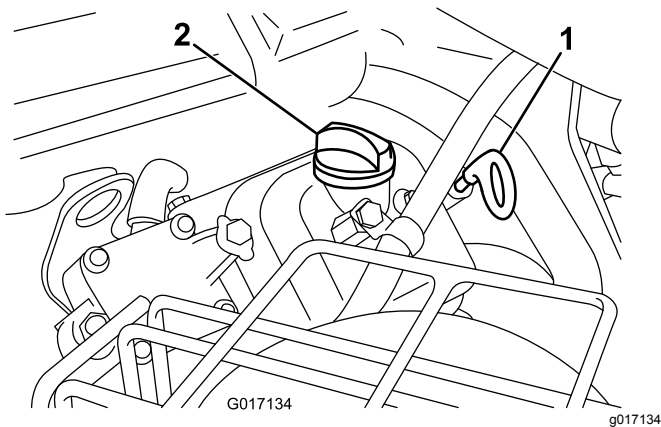

Figure 42
3. Remettez la jauge dans le tube et vissez-la dedans (Figure 42).